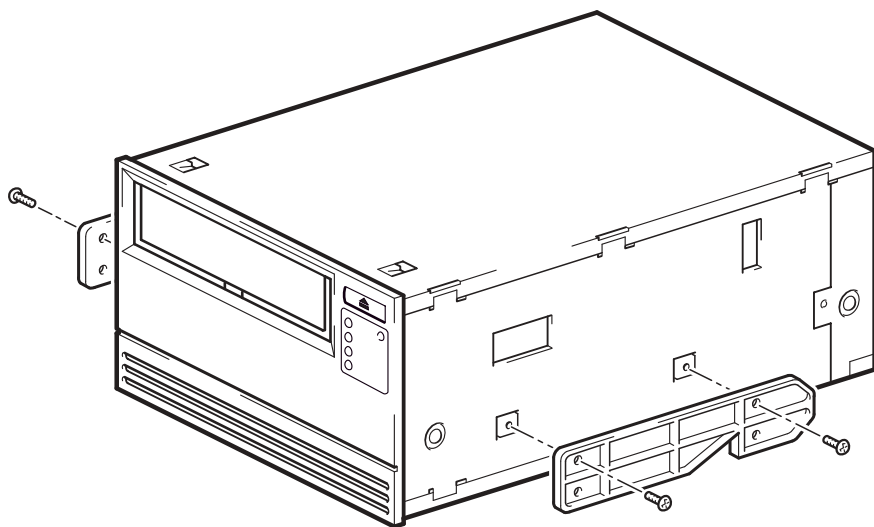

Figura 5a: fixar trilhos de montagem em um servidor HP ProLiant 530 ou 570 padrão
- 1 Use uma chave Phillips comum para fixar os trilhos adequados. Utilize os parafusos M3 fornecidos com a unidade de fita, conforme a Figura 5a.